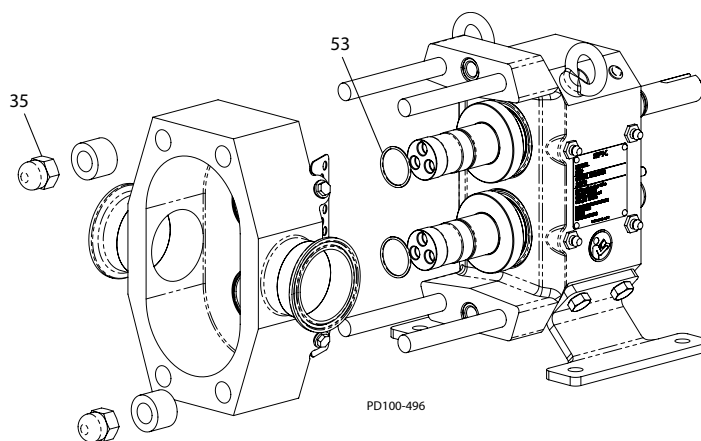

Figure 54 - Installer le corps
1. Installez les joints toriques du joint du moyeu de rotor (Figure 54, objet 53) dans la rainure de chaque arbre.